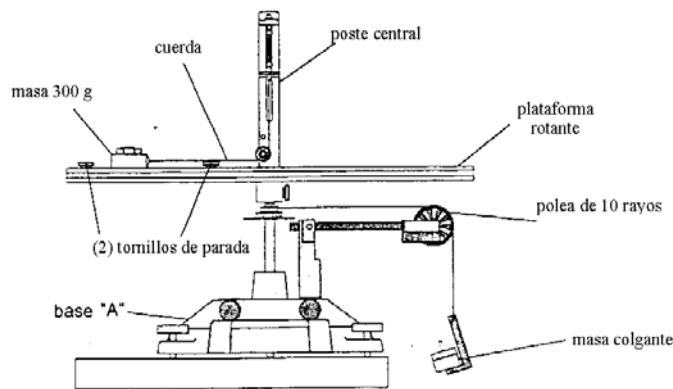

Figura 4: Rotación de la plataforma mediante la acción de una masa colgante.
Con el fin de encontrar la inercia rotacional experimentalmente en cualquiera de las posiciones de la masa puntual, se aplica, en cada caso, un torque τ de valor conocido mediante la acción de una masa colgante y se encuentra la aceleración angular α de la plataforma (ver figura 4).
2. Coloque una polea ligera enrollando y pasando una cuerda como muestra la figura 4.